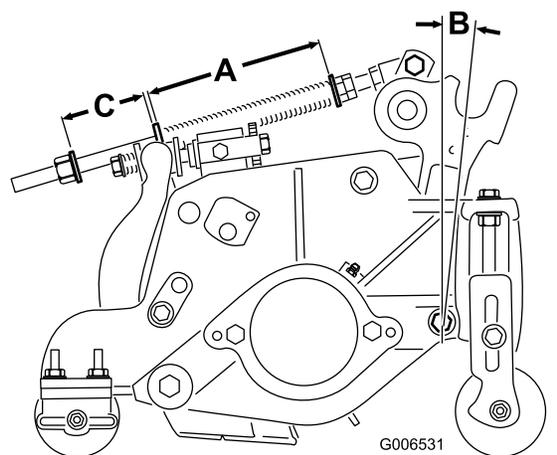

Figure 20
Le ressort de compensation (Figure 20) transfère aussi le poids du rouleau avant au rouleau arrière. Cela évite la formation de "vagues" à la surface du gazon.
1. Serrez le contre-écrou à l'arrière de la tige de ressort jusqu'à obtenir un écartement (C) de 51 mm entre l'arrière du support du ressort et l'avant de la rondelle (Figure 20).
2. Serrez les écrous hex. sur l'extrémité avant de la tige de ressort jusqu'à ce que la longueur du ressort comprimé (A) soit égale à 15,9 cm (Figure 20).
**Remarque:** Quand la longueur du ressort comprimé (A) **diminue**, le transfert de poids du rouleau avant au rouleau arrière **augmente** et l'angle de rotation (B) du bâti porteur/plateau de coupe **diminue**.
**Remarque:** Quand l'écartement (C) entre le support de ressort et la rondelle **augmente**, la garde au sol du plateau de coupe **diminue** et l'angle de rotation (B) du bâti porteur/plateau de coupe **augmente**.
**Remarque:** Lorsque vous tondez une surface gazonnée ondulée, augmentez la longueur du ressort comprimé (A) ainsi que la largeur de l'écartement (C) à 13 mm (Figure 20).